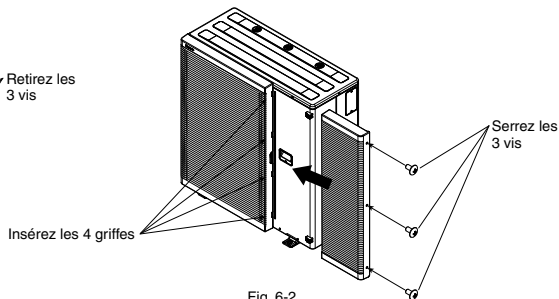

Fig. 6-2
2. Insérez les 4 griffes de la grille d'évacuation (côté droit) ^④ et serrez les 3 vis. (Fig. 6-2)